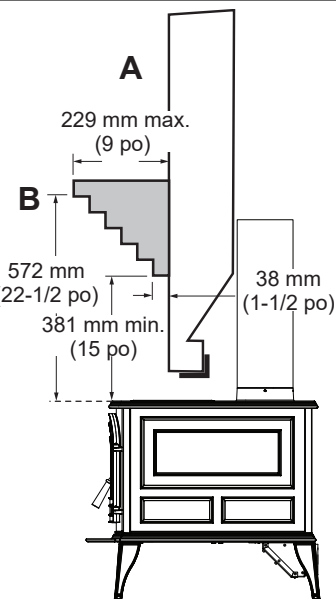

Figure 3.10 – Dégagements avec le manteau et les moulures.
La profondeur maximale du manteau (A, figure 3.10) dans le cas d'un manteau combustible est de 9 "(230 mm). Pour une telle profondeur, le dégagement par rapport au-dessus du poêle (B) doit être au minimum de 572 mm (22-1/2 po).